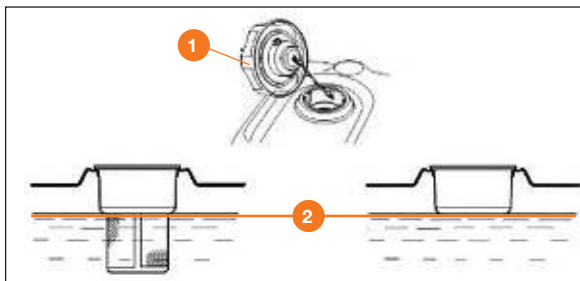

Рис. 17
- При низком уровне топлива долейте его до установленного уровня ②. После заправки топливного бака надёжно затяните пробку заправочной горловины ① (Рис. 17).